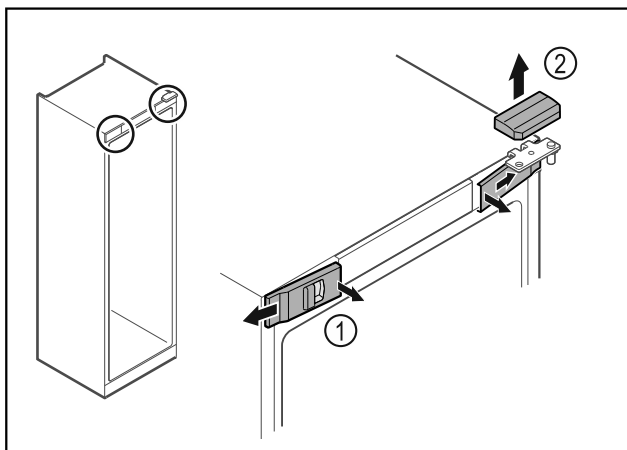

Fig. 5 *
- Uvolněte uvnitř přední kryty Fig. 5 (1) a sejměte je stranou.*
- Horní kryt Fig. 5 (2) odeberte směrem nahoru.*